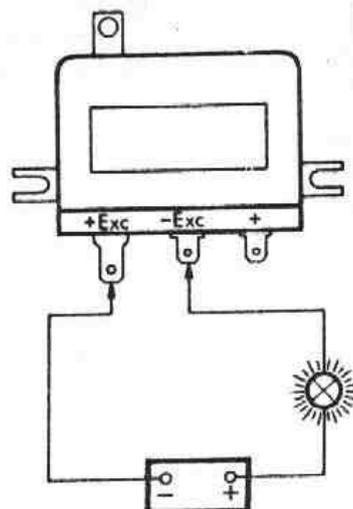

Fig. N-18 Comprobación del diodo en paralelo de protección
- Conectar la lámpara de prueba según el esquema (Fig. N-18). La lámpara debe encenderse. Al invertir las conexiones según el esquema, la lámpara deberá apagarse, indicando así el perfecto estado del diodo.